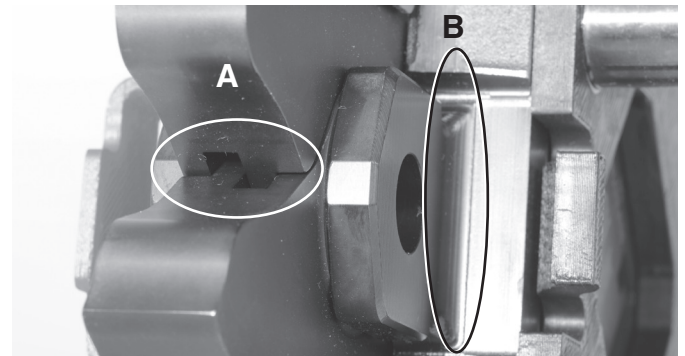

Abbildung 2B - Bereiche, die auf Schäden an den Armen (A) oder der Befestigungslasche (B) zu überprüfen sind
- Schäden an den Befestigungslaschen oder im Scharnierbereich der Arme (siehe *Abbildung 2B*).